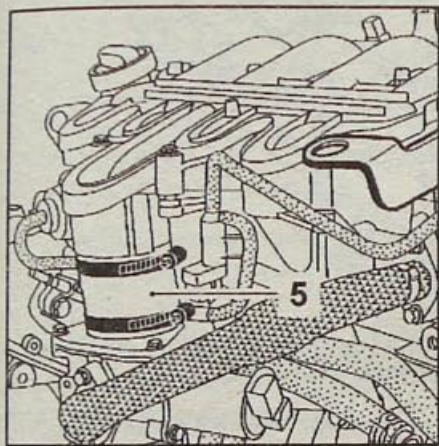

Рис. 4.38. Расположение хомутов крепления патрубка (1), соединяющего впускной коллектор с блоком остановки двигателя турбокомпрессора и проушины (2)
- Снимите патрубков (1, рис. 4.38), соединяющий дроссельный узел с впускным коллектором.
- Отверните оба хомута крепления патрубка (1, рис. 4.38), соединяющего впускной коллектор с блоком остановки двигателя турбокомпрессора.